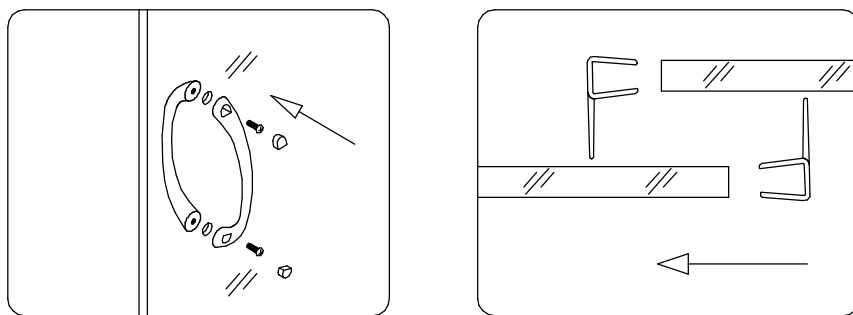

Рис.9
7. Установите ручки на стекле двери (04), затем установите водозащитные уплотнители (два длинных, один короткий) (07) на стационарное стекло (5) и Стеклянную дверь (4). (Рис. 9)